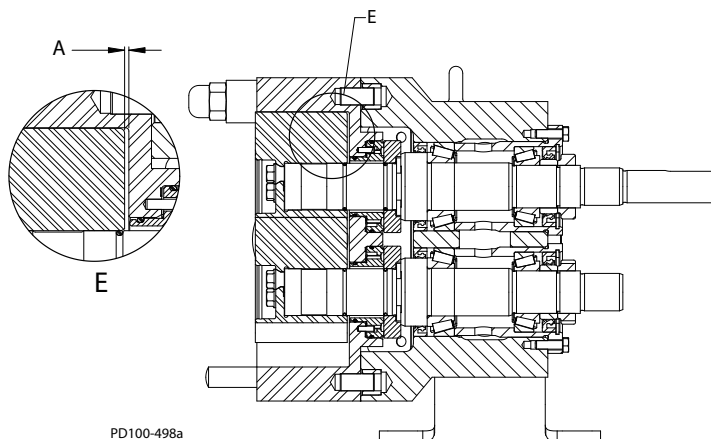

Рисунок 57 - Ротор к зазору корпуса
1. Измерьте зазор между ротором и корпусом, как показано в Части Е, позиция А в Рисунок 57. Запишите этот номер.